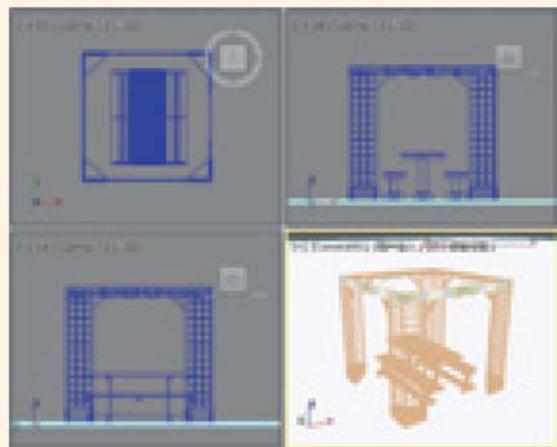

图4-34 打开素材文件
- 01 在菜单栏中选择【文件】/【打开】命令，弹出【打开文件】对话框，在该对话框中打开“凉亭素材.max”素材文件，如图4-34所示。